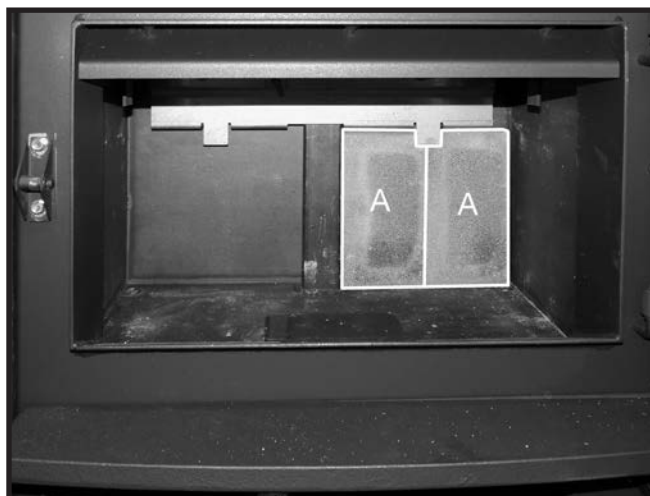

Figure 14: Installation de la deuxième brique sur le mur du fond.
2. Placer une deuxième brique A derrière l'onglet sur le rail (Figure 14).